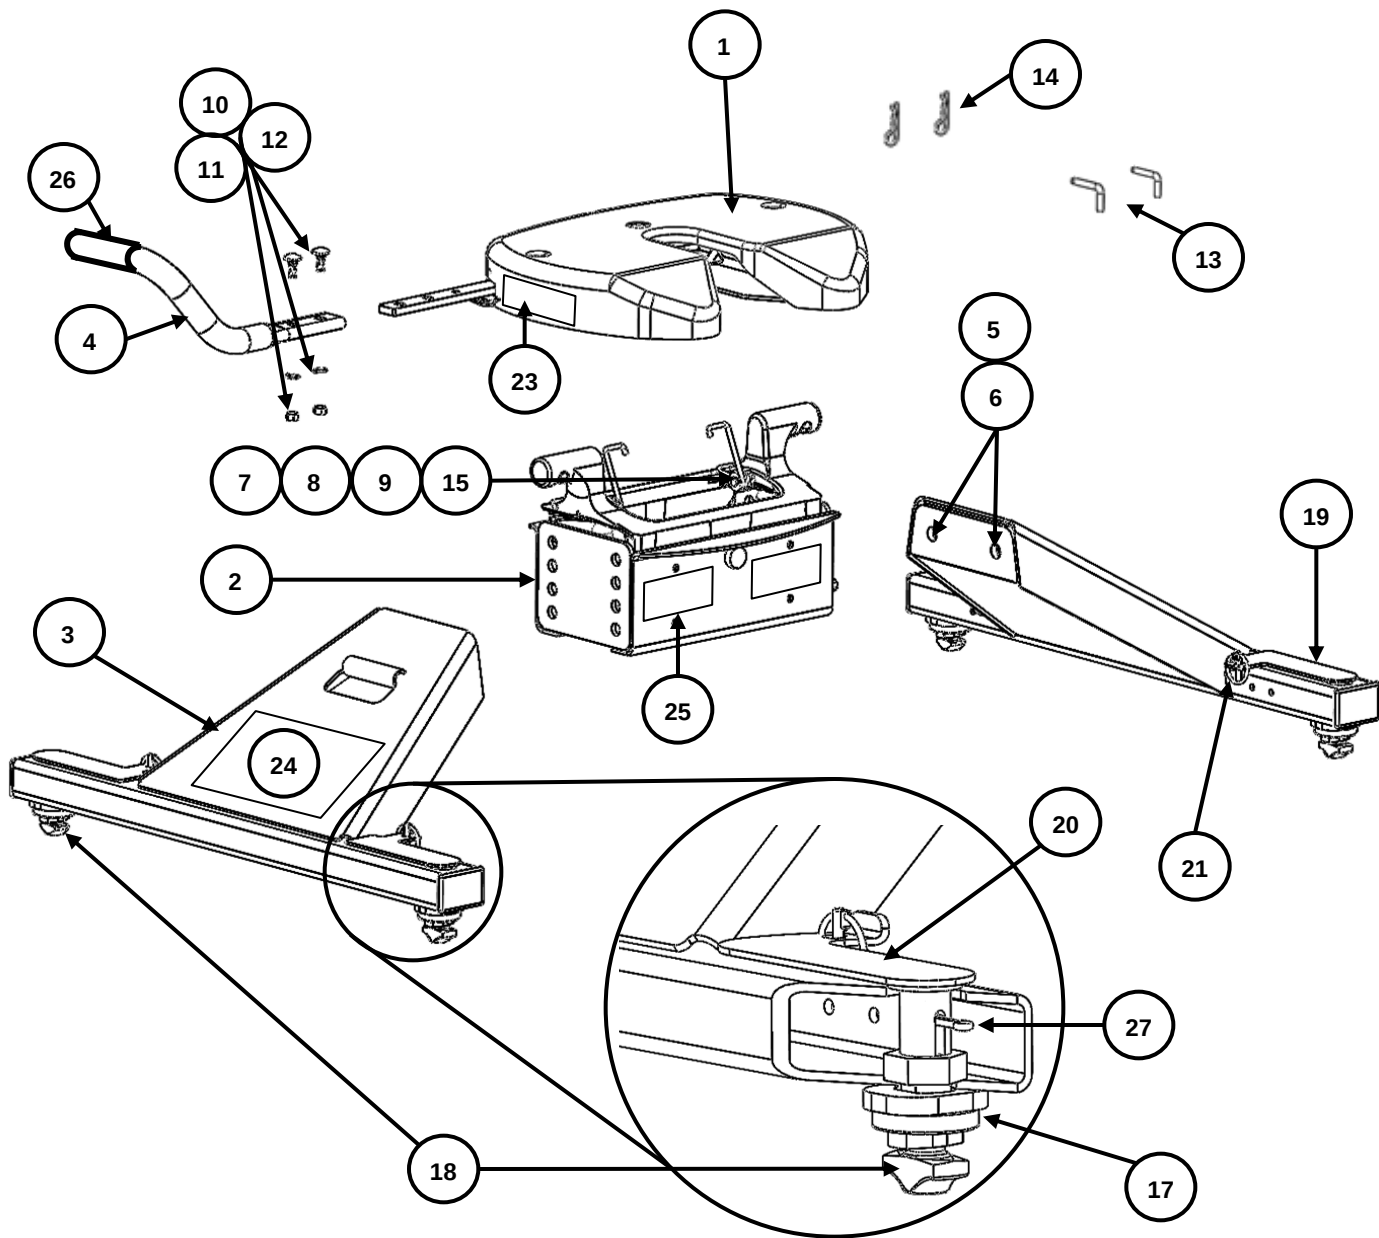

Figure 33
4. Ne jamais enlever les décalcomanies d'avertissement sur l'attelage (illustrées à la Figure 33) . Si les décalcomanies sont endommagées, contacter Cequent Performance Products (1-800-632-3290) pour les remplacer.